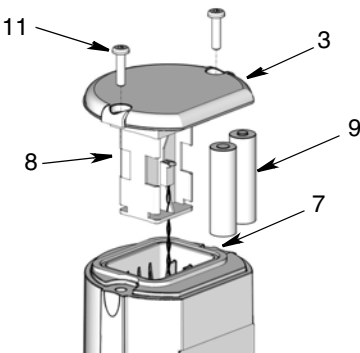

FIG. 9
1. Rimuovere due viti (11) e il coperchio (3) (Fig. 9).
2. Tirare con attenzione il vano batterie (8) estraendolo dal TLM quanto basta per montare le batterie (Fig. 9).